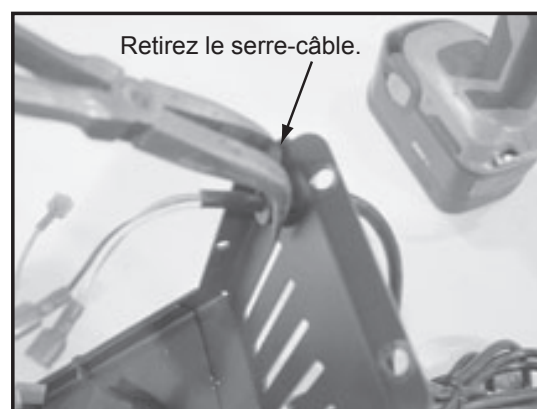

Figure 19.3
4. Retirez le serre-câble à l'aide de pinces. Cette procédure libérera le cordon d'alimentation du boîtier de convection. **Figure 19.3.**